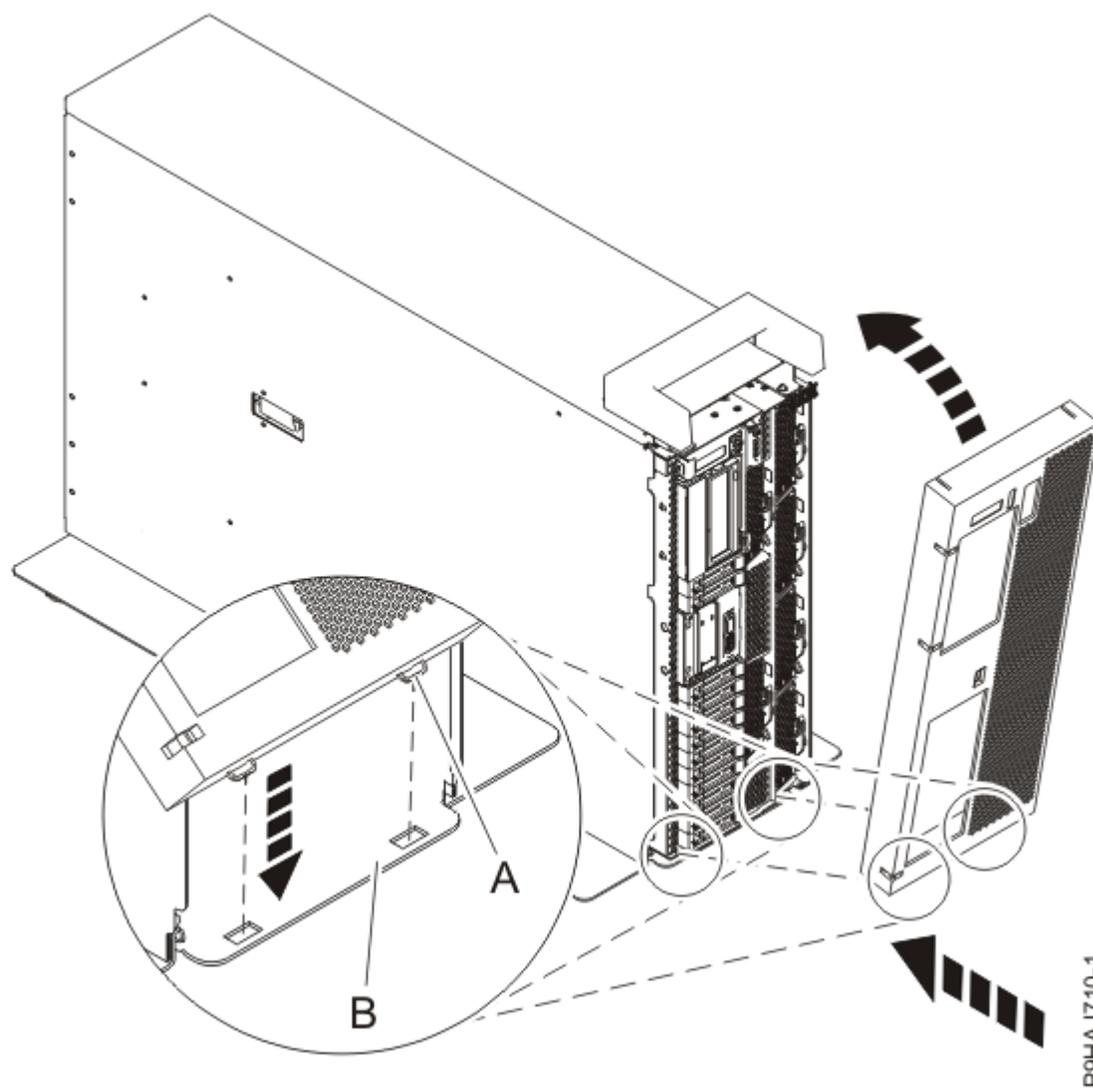

Figura 31. Instalar a porta e tampa anterior
- b) Alinhe a tampa até que as duas patilhas da tampa **(A)** estejam encaixadas nas ranhuras na placa base **(B)** conforme demonstrado na Figura 31 na página 33.